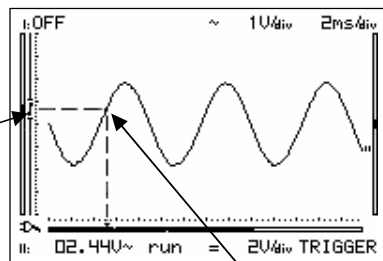

Fig 60
- Press \blacktriangle and \blacktriangledown cursor-keys to change the trigger level (Fig 60).
- Wijzig het triggerniveau met de cursor-toetsen ▲ en ▼ (Fig 60).
- Ajustez le niveau de démarrage avec les touches du curseur ▲ et ▼ (Fig 60).
- Drücken Sie auf die ▲ and ▼ Cursortasten um den Triggerpegel zu ändern (Fig 60).